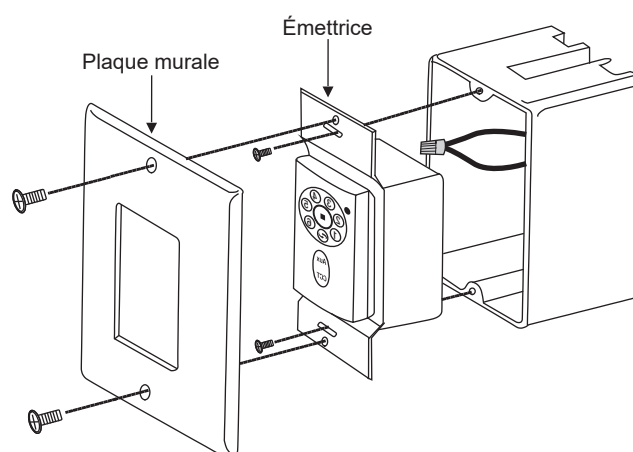

Figure 15
b. Rentez soigneusement les connexions des fils à l'intérieur de la boîte de sortie. Utilisez les vis fournies pour fixer l'émetteur mural et la plaque murale à la boîte de prise. (Fig.15)